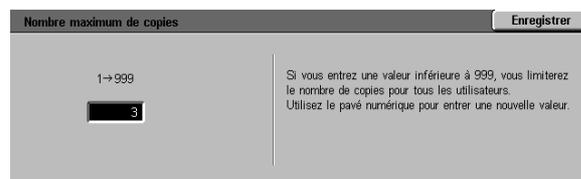

Figure 37 : Ecran Nombre maximum de copies
- A partir de l'écran Mise hors tension automatique (figure 37), appuyez sur Activer ou Désactiver.